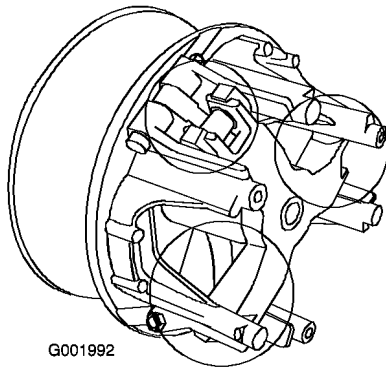

図 58
5. 図 58 で○で囲んで表示している部分の可動部にToro 潤滑剤 (Toro 代理店で購入可能) をスプレーする。